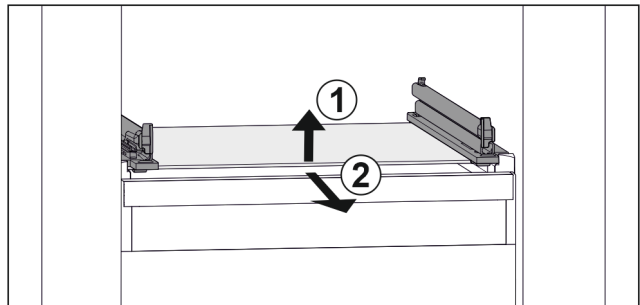

Fig. 54 Rappresentazione esemplificativa del ripiano in vetro
- ▶ Sollevare il ripiano in vetro dal davanti. Fig. 54 (1)
- ▶ Rimuovere il ripiano in vetro tirando in avanti. Fig. 54 (2)